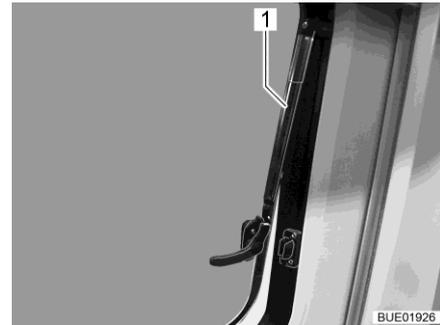

Fig. 18 Fenêtre projetante avec bras automatiques, ouverte
- Campeo/Eliseo : Ouvrir la fenêtre projetante. Faire s'enclencher le bras automatique (Fig. 18,1) dans une des positions définies. Un clic doit être clairement audible lors de l'enclenchement.
Delfin C : Ouvrir la fenêtre projetante dans n'importe quelle position. Le bras automatique (Fig. 18,1) maintien la fenêtre projetante ouverte en continu.